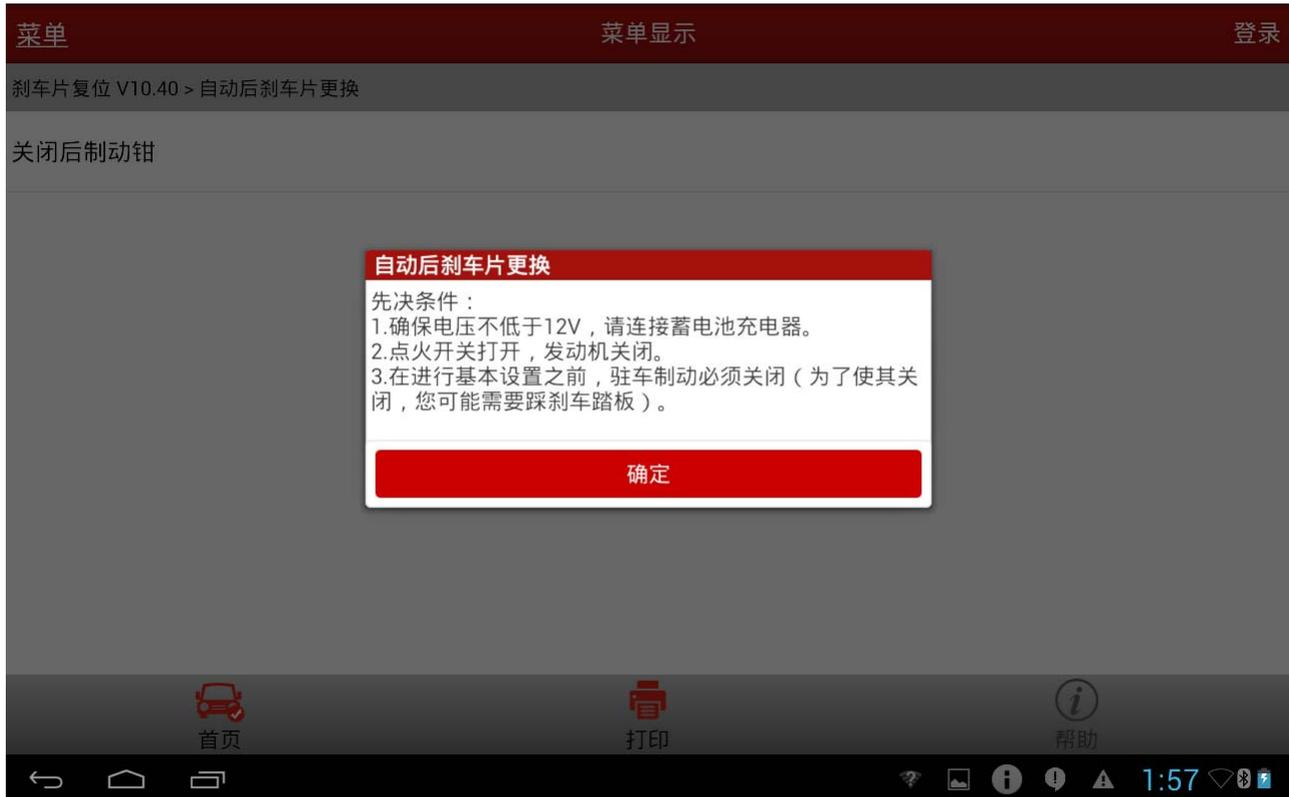

图 16
17). 选择“关闭后制动钳”后提示关闭制动钳需满足的条件，如图 16；